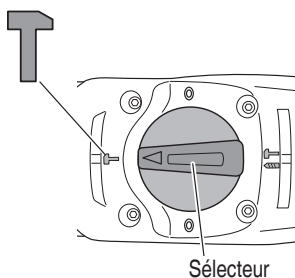

Fig. 8
(1) Commutation sur "percussion"
- (b) Alignez ▲ du levier du sélecteur et T du couvercle de la manivelle comme illustré à la Fig. 8.